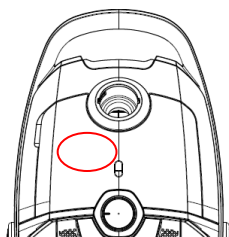

Рис. 10.
1. Замените мешок-пылесборник: когда индикатор запыленности станет красного цвета, пора удалить пыль или заменить мешок. (Рис. 10)